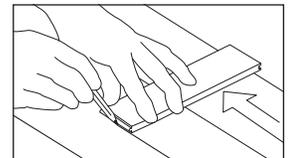

Figura 12
- Si la pared no está recta, marque el primer tablero (Figura 12) según sea necesario para conservar la alineación con el cordel entizado. Instale un tablero provisional (con un borde recto) utilizando los sujetadores adecuados para el contrapiso. Si se utiliza un tablero para la hilera inicial, cerciórese de que la ranura esté orientada hacia la pared.
- Alinee la primera hilera con la pared utilizando cuñas para mantener una expansión de 1/2" (13 mm) en su lugar y para estabilizar el producto. Si la pared no está recta, marque el primer tablero (Figura 12) según sea necesario para conservar la alineación con el cordel entizado.